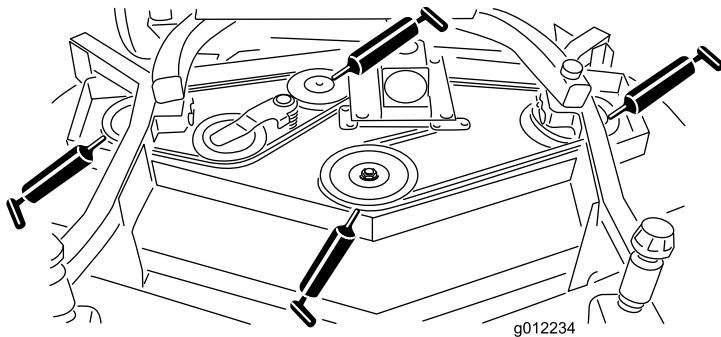

Figure 19
- Paliers d'axes de pivot (3) (sous la poulie) (Figure 19)
- Roulements d'axe de bras de poulie de tension (Figure 19)